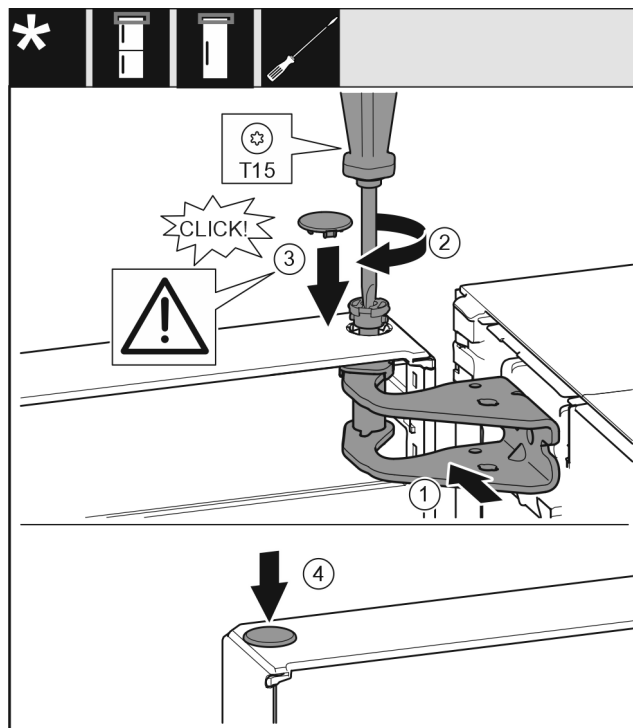

Fig. 19
- ▶ Dvere hore vyrovnajte s otvorom v ložiskovej konzole. Fig. 19 (1)
- ▶ Vložte čap a pevne ho priskrutkujte skrutkovačom T15. Fig. 19 (2)
- ▶ Namontujte poistný kryt pre poistku dverí: nasadte poistný kryt a skontrolujte, či prilieha ku dverám. Inak čap vložte úplne. Fig. 19 (3)
- ▶ Nasadte zátku. Fig. 19 (4)